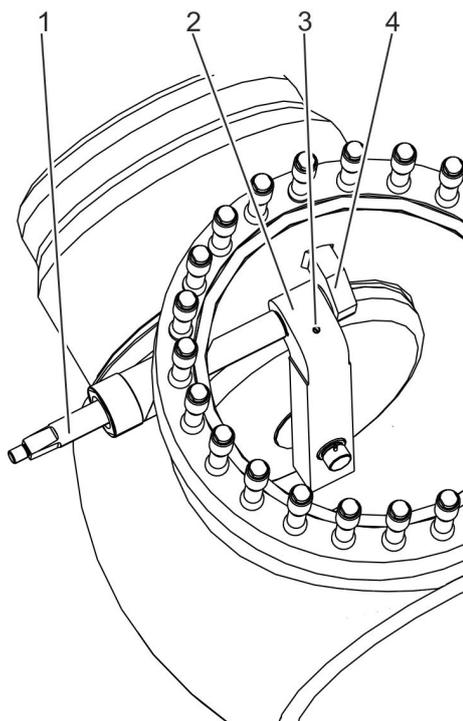

Abb. 26: Klappenwelle montieren
13. ▶ Klappenwelle (Abb. 26/1) in den Plattenhebel (Abb. 26/2) und das Haltestück (Abb. 26/4) im Gehäuse einführen.
14. ▶ Ringschraube aus der Bohrung (Abb. 26/3) im Plattenhebel herausschrauben.